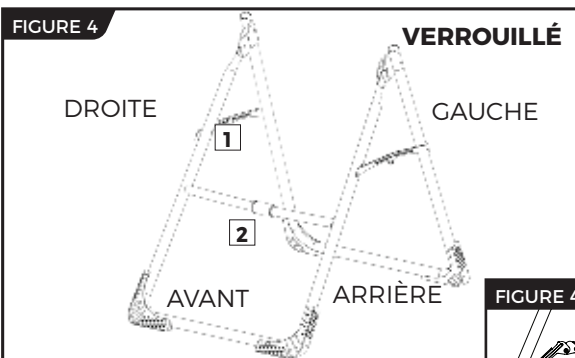

FIGURE 4
- Appuyez doucement vers le bas sur les bras d'écartement afin de vous assurer qu'ils sont complètement ouverts et fixés en position bloquée (« locked ») (Figure 4).